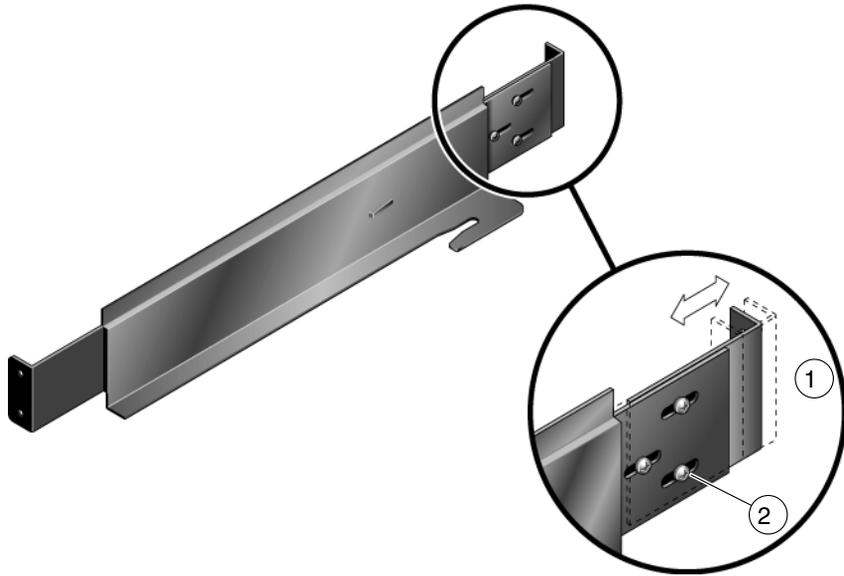

FIGURE 2-9 Vis sur les pattes coulissantes
- 5. Desserrez les vis (FIGURE 2-9) de fixation des pattes coulissantes aux rails de montage**